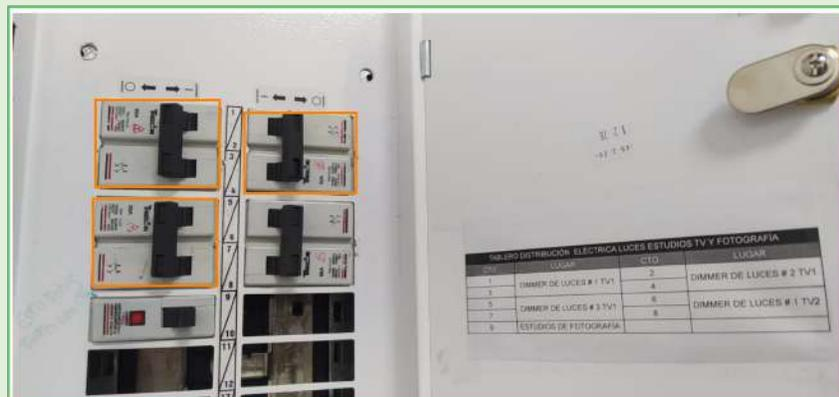

Imagen 62. Mando de foco.
1. Hacer ZOOM IN a la persona u objeto que se va a grabar, luego hacer movimientos del mando de foco (imagen 62), hasta que la persona u objeto se encuentre enfocado.